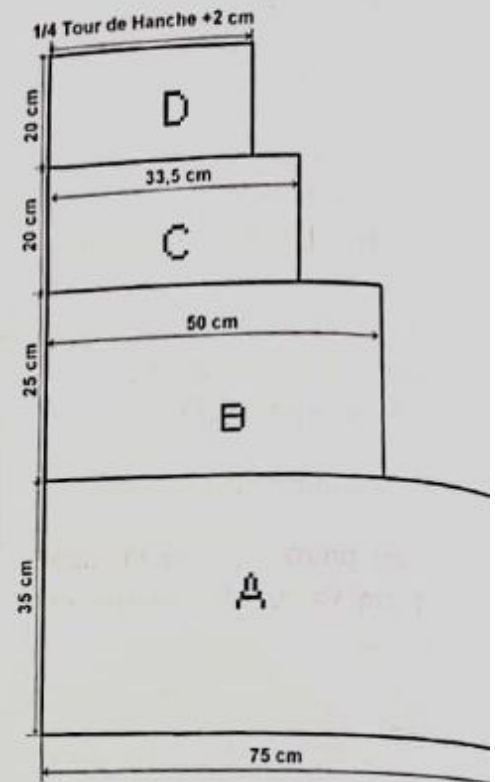

FIG. 1
- Le quatrième rectangle est de 20 cm x  $\frac{1}{4}$  tour de hanche + 2 cm (D dans fig.1).